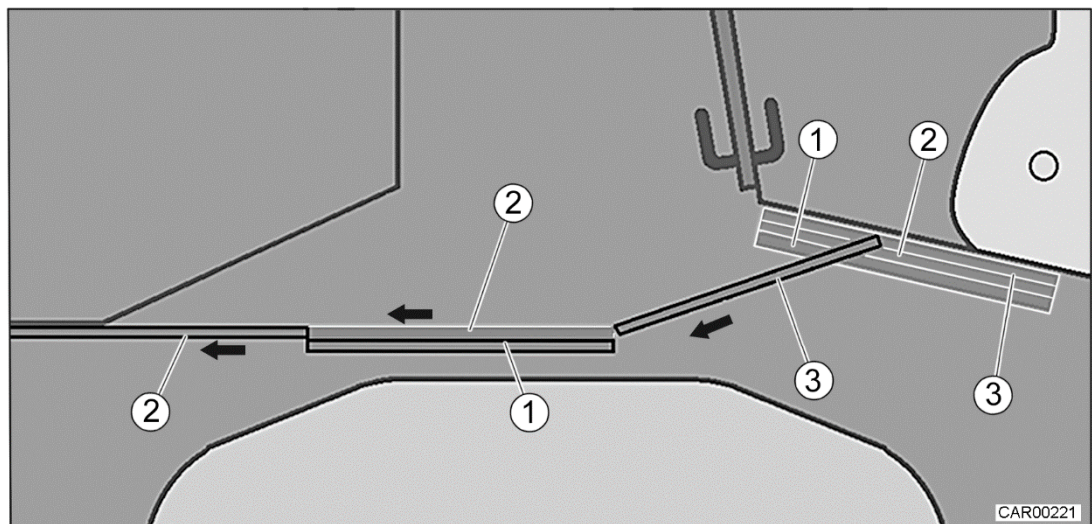

Fig. 82 Création d'un dressing (porte coulissante en trois parties)
- Faire glisser les parois (Fig. 82/1 et 2) au milieu.
- Faire glisser la paroi (Fig. 82/2) vers le côté gauche du véhicule.
- Faire glisser la paroi (Fig. 82/3) jusqu'à la paroi (Fig. 82/1).